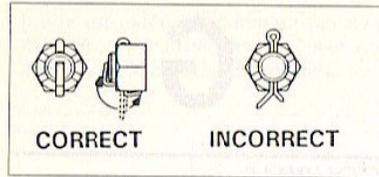
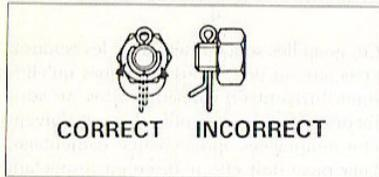

FIG. 26
FIG. 27
Ces goupilles sont utilisées avec les écrous à créneaux ou des écrous classiques qu'elles immobilisent en rotation. Elles ne sont théoriquement pas réutilisables et doivent être remplacées après chaque démontage. Leur pose doit être réalisée en respectant certaines règles élémentaires (fig. 26 et 27). Dans certains cas (axe de roues notamment), ces goupilles peuvent être avantageusement remplacées par des goupilles élastiques de type Beta, réutilisables (fig. 25). D'une manière générale, et en particulier sur les machines de tout terrain, la tête d'une
*Le positionnement d'une goupille fendue est très nettement différent selon qu'elle est montée avec un écrou à créneaux (fig. 26) ou un écrou classique (fig. 27). Respecter le principe de montage spécifique.*